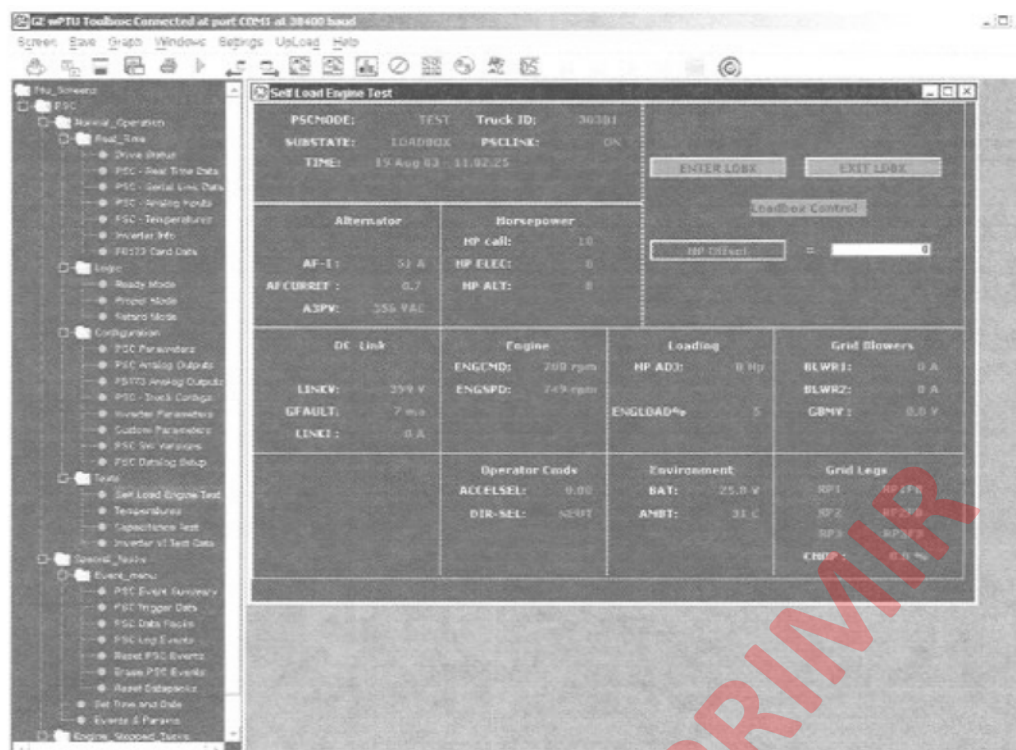

FIGURA 3-16. PANTALLA DE PRUEBA INICIAL DE AUTOCARGA DEL MOTOR
- Compruebe que los valores sean similares a los de la pantalla Self Load Engine Test que aparece en la Figura 3-16.